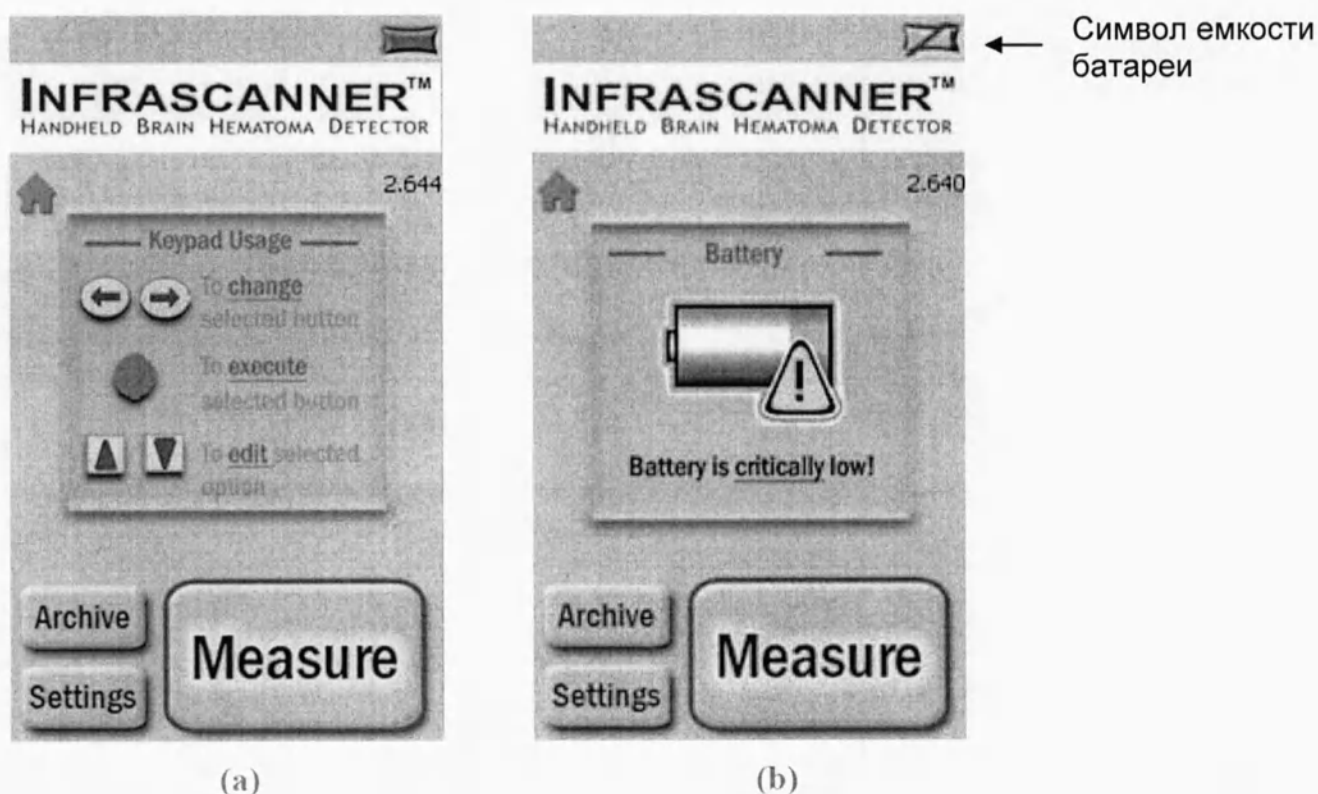

Рис. 3-3 Главный экран (а - стандартный, б - при низком уровне заряда батареек)
1. В главном меню инфракрасного сканера (рис. 3-3) выберите "Archive".
В главном меню инфракрасного сканера (рис. 3-3) выберите меню "Settings", чтобы перейти в экран параметров (рис. 3-12), в котором можно настроить различные параметры системы. Пользователям не требуется иметь доступ к большинству технических параметров системы ("Technical"), так как они предназначены для технического персонала службы поддержки. Чтобы изменить наиболее распространенные опции (дата/время, яркость экрана и состояние заряда батареи):